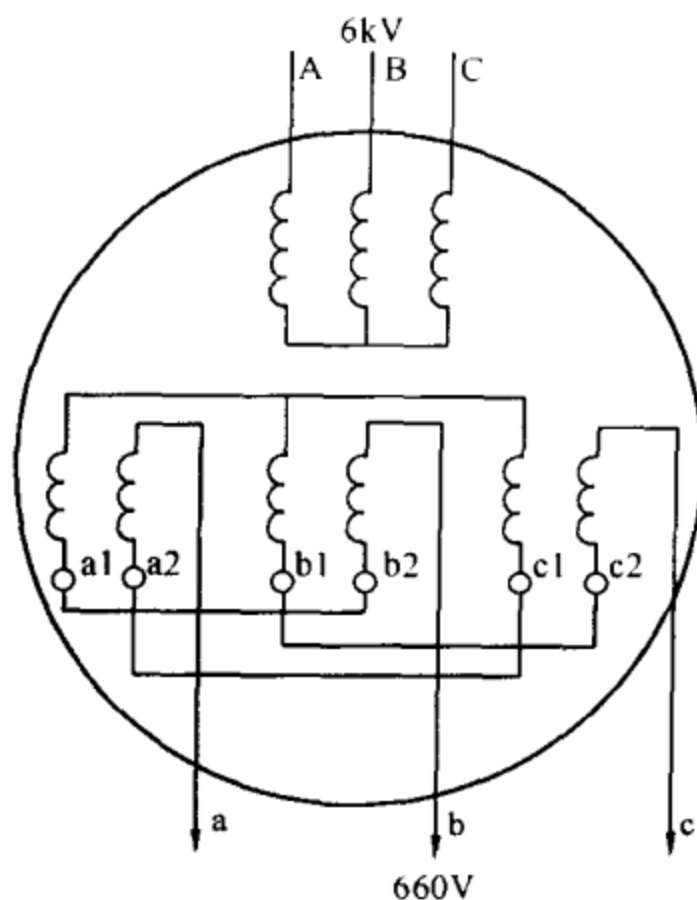

图 4-6 单台变压器曲折 Z 形接法示意图
(3) 单台变压器曲折 Z 形接法：有些变压器的二次侧是两根线并绕的，可以改制成单台变压器曲折接法，如图 4-6 所示。此接线方法一次侧电流较小，温升低于两台变压器曲折接法，但二次侧必须是两根并绕的。此外，还要注意处理好二次侧出线端的绝缘。
(4) 重绕变压器绕组：对一些绕组已损坏的变压器可重绕绕组。二次电压由 380V 提高至 660V，二次侧绕组匝数为原绕组的 $\sqrt{3}$ ，导线截面为原来的 $1/\sqrt{3}$ 。